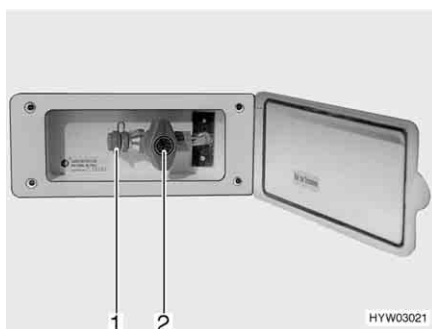

Fig. 109 Presa gas esterna, rubinetto di arresto del gas chiuso
La presa gas esterna (Fig. 109) si trova, a seconda del modello, nella parte posteriore o sul lato destro o sinistro del veicolo.
- Collegare l'apparecchio a gas esterno all'attacco (Fig. 109,1).
- Aprire il rubinetto di arresto del gas (Fig. 109,2).